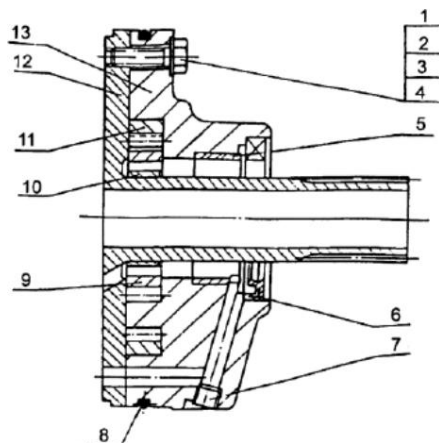

Figura 4-6 Bomba de suministro de aceite
6. Bomba de suministro (véase la figura 4-6)